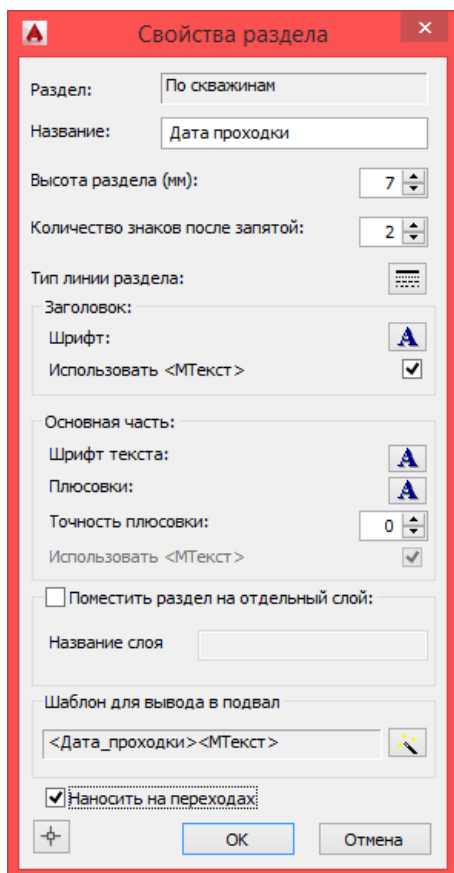

Рис. 115 Создание пользовательского раздела подвала По скважинам
3. В диалоговом окне *Свойства раздела* (см. Рис. 115) указать название, задать настройки текста (шрифт, цвет, выравнивание, поворот и др.).